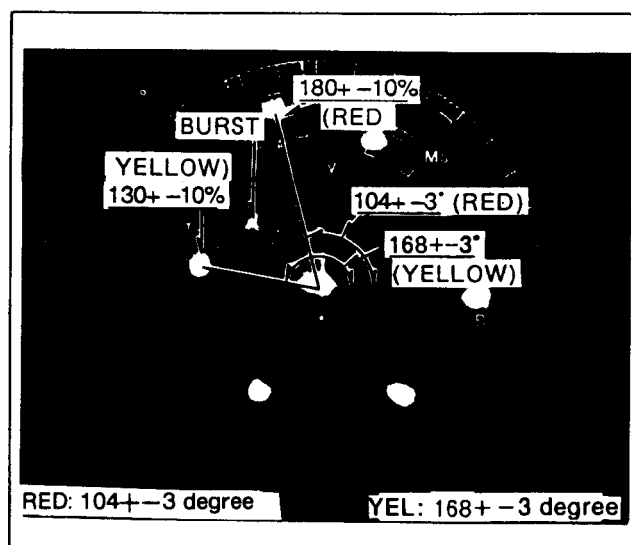

Fig.C16
4. \* (CMD), (1), (8).
- \* (ADR), (5), (5).
- Spec.: See Fig.C16.
7. \* (CMD), (1), (8).
- \* (ADR), (5), (7).
10. \* (CMD), (1), (8).
- \* (ADR), (5), (4).
13. \* (CMD), (1), (8).
- \* (ADR), (5), (6).